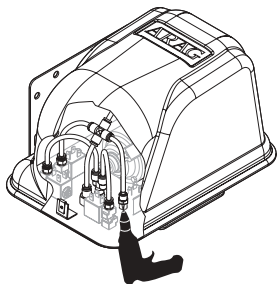

Abb. 20
- Blasen Sie nun Druckluft durch die Anschlüsse der Elektroventile zum Kompressor hin (Abb. 20).